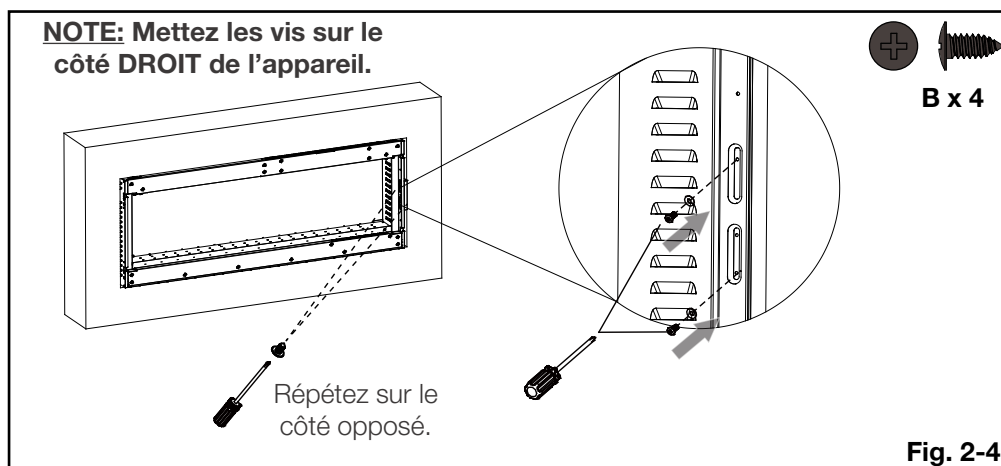

Fig. 2-4
- J.** Localisez l'appareil complètement dans l'ouverture et le placez contre les supports de montage. Alignez le trou de vis du support avec les fentes sur le côté de l'appareil, puis percez à travers les fentes afin de fixer l'appareil dans les supports de montage. Répétez sur le côté opposé (**Fig. 2-4**).